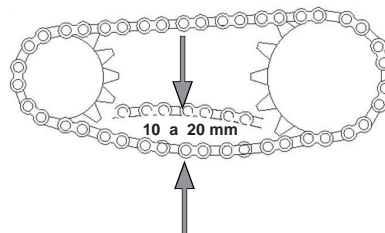

imagen 33. holgura de la cadena
2. Mover la cadena con la mano hacia arriba y hacia abajo para revisar que su holgura esté entre 10 y 20 mm. *Ver imagen 33.*